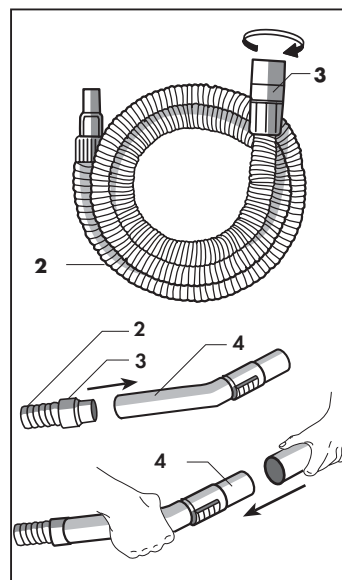

Abb. 8
Um die verschiedenen Teile zu montieren, genügt es den Anschluss (3) des Schlauches (2) in den Handgriff (4) und das Aufnahmestück des Zubehörs in das Steckteil des Handgriffs (4) (Abb. 8) zu stecken.